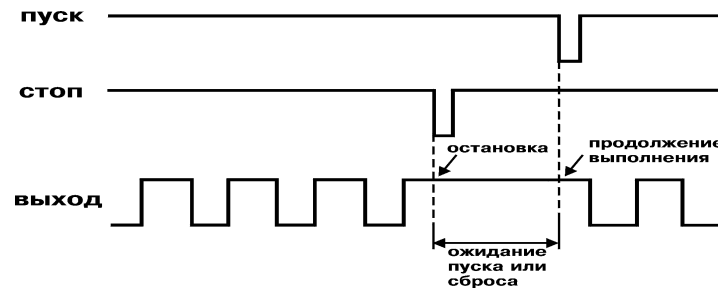

Рис. 7
3.1.3.3. Поступление сигнала «**Стоп**» останавливает выполнение программы. При этом выходное устройство остается в том состоянии, в котором оно было в момент прихода сигнала "Стоп". Выполнение программы продолжается после поступления сигнала «Пуск», если отсутствует активный уровень на входе «Стоп» (рис. 7).